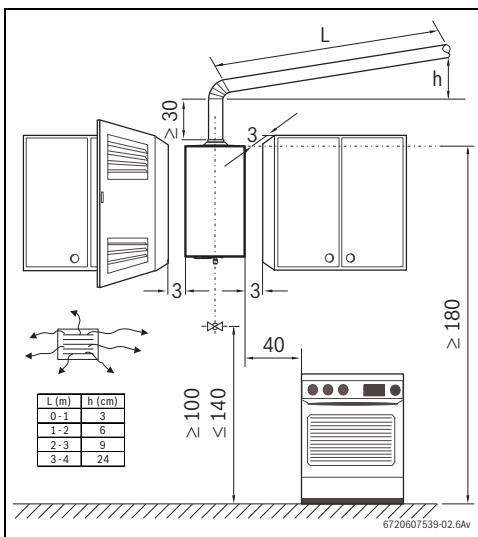

Bild 11 Mindestabstände
- Beachten Sie die Mindestmaße der Installation in Abb. 11.